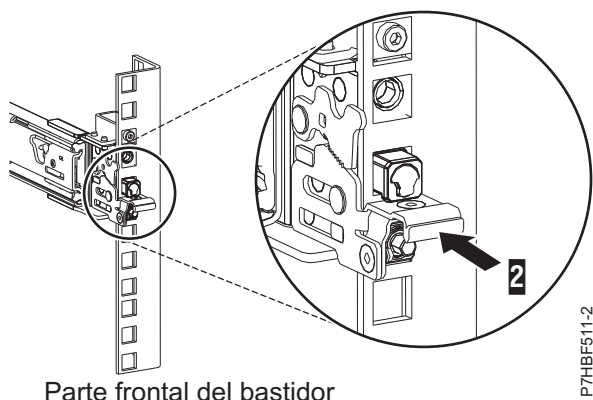

Figura 6. Pestillo colocado en el riel frontal del bastidor
7. Al tirar del riel deslizante hacia adelante, asegúrese de que las tres patillas sobresalen de los orificios del bastidor y, a continuación, presione el pestillo frontal (2) hasta el final. Para obtener más talles, consulte Figura 6.